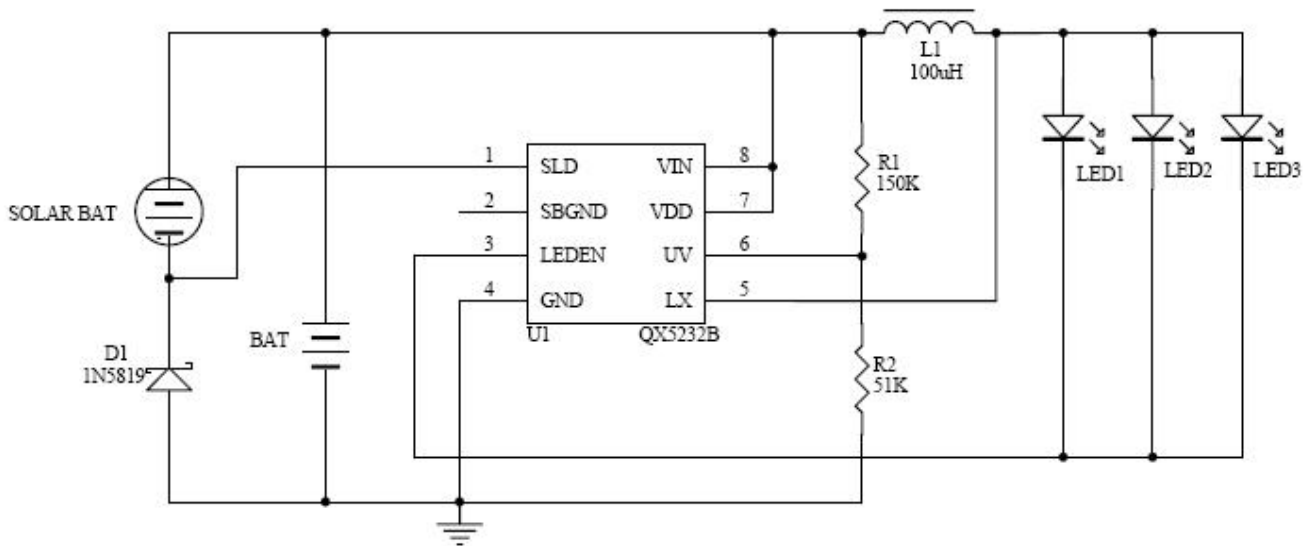
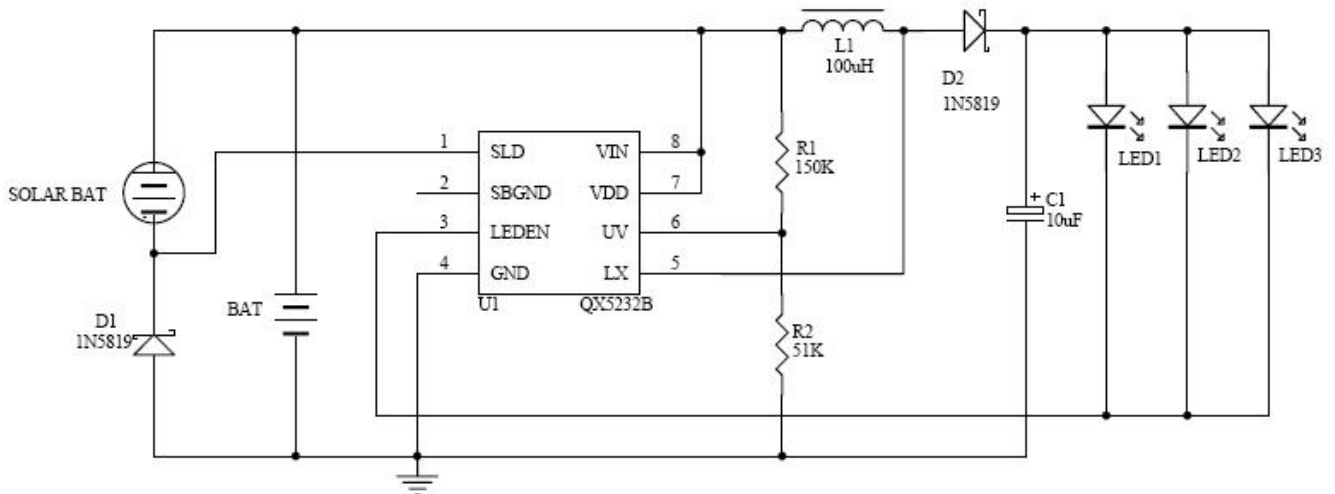
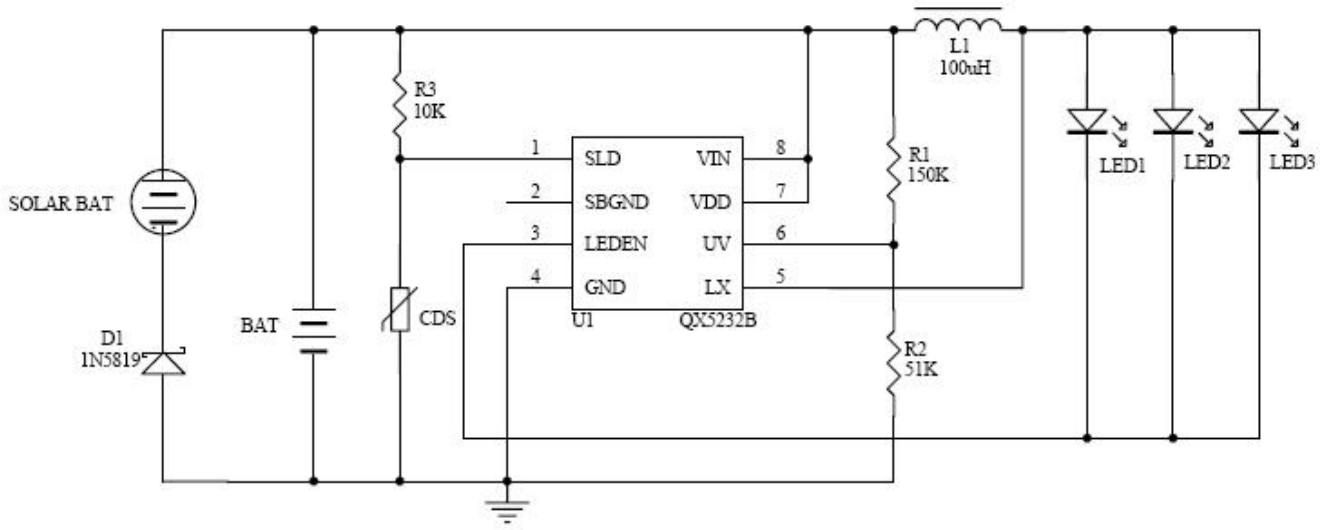
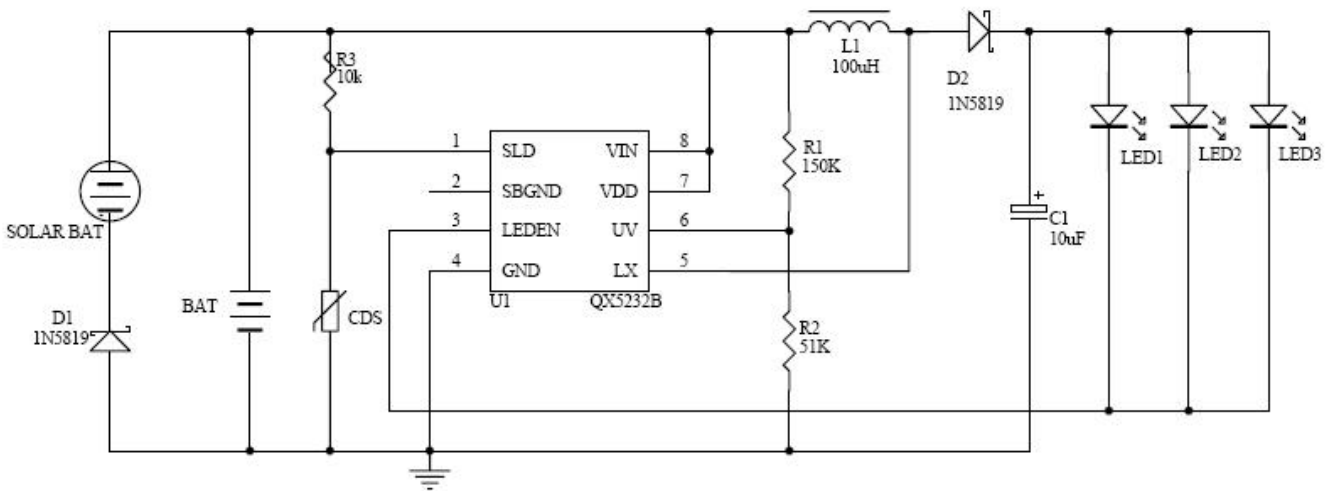

图 1
图 2
图 3
图 4
利用太阳能板作外部光敏器件的应用电路, 如图 1 和图 2 所示, 该电路利用太阳能板作光开关的光敏器件, 节约了元器件成本。
利用光敏电阻作外部光敏器件的应用电路, 如图 3 和图 4 所示, 该电路利用光敏电阻作光开关的光敏器件, 可兼容常用的光开关控制电路。
1) 利用太阳能板作光开关的光敏器件：电路图如图 1 所示，该电路利用太阳能板作光开关的光敏器件，节约了元器件成本。
2) 利用太阳能板作光开关的光敏器件，增加肖特基二极管：电路图如图 2 所示，该电路增加肖特基二极管和滤波电容，使输出电压和输出电流较稳定，通常用于驱动七彩灯等输出电压和输出电流较稳定的场所。
3) 利用光敏电阻作光开关的光敏器件：电路图如图 3 所示。根据各供应商的光敏电阻的特性
4) 利用光敏电阻作光开关的光敏器件, 增加肖特基二极管: 电路图如图 4 所示,
其中，图 5 是不增加肖特基二极管，如图 1、图 3 的特性和测试数据。该特性和测试数据表明，电池电压高时（傍晚刚开始点亮 LED 时），亮度较高，电池电压低时（后半夜时），亮度较低，较省电，LED 点亮时间长。这种工作方式更适合人们的使用习惯。